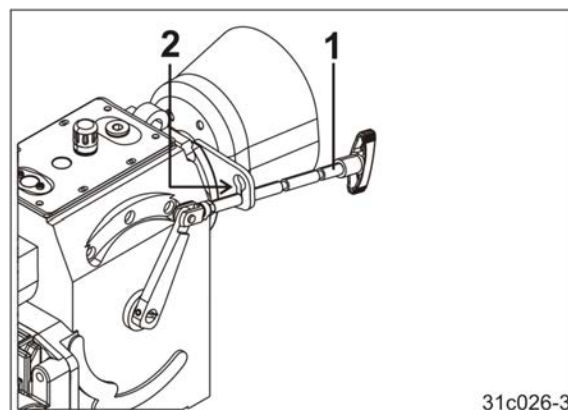

Fig. 72
2. Lås gearstangen (Fig. 72/1) i kulissen (Fig. 72/2).